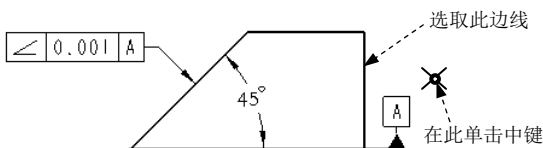

图 5.6.28 定义公差参照 (二)
Step3. 定义公差参照。在 **参考** 区域的 **类型** 下拉列表中选择 **曲面** 选项，选取图 5.6.28 所示的面（边线）为公差参照。
(1) 在对话框中 **放置** 区域的 **类型** 下拉列表选取 **法向引线** 选项，在弹出的 **LEADER TYPE (引线类型)** 菜单中，选择 **Arrow Head (箭头)** 命令。
(2) 在系统 **选择多边, 尺寸界线, 坐标系, 轴心, 多个轴线, 曲线, 顶点 或截面图元。** 的提示下，选取图 5.6.28 所示的边线。
(3) 在图 5.6.28 所示的位置单击中键，放置“垂直度”公差。